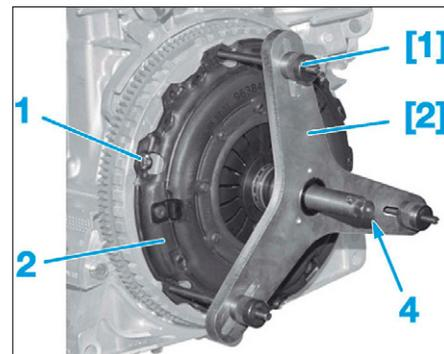

FIG. 5
- Mettre en place les outils [1] et [2] (Fig.5).
- Comprimer le mécanisme d'embrayage (2) de 10 mm en agissant sur la vis centrale (4) de l'outil [1].
- Reposer les 3 premières vis de fixation (1).
- Détendre le mécanisme d'embrayage en agissant sur la vis centrale (4) de l'outil [1].
- Reposer les vis de fixation (1) restantes.